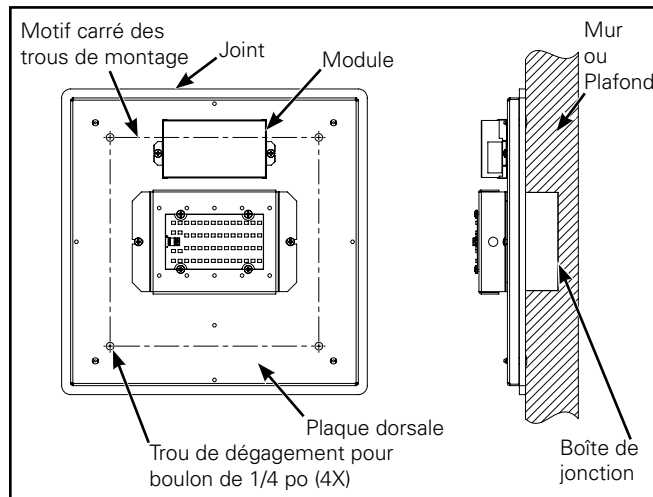

Figure 5. Installation de l'unité plate
3. Placez la plaque de montage sur un plafond lisse et plat ou le mur par-dessus la boîte de jonction. Utilisez la plaque de montage comme gabarit pour positionner les fixations. (Figure 5).